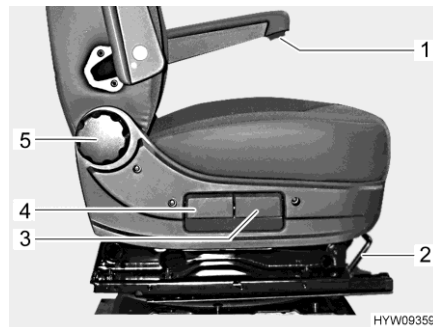

Fig. 15 Elementi di comando (sedile del conducente/passeggero)
- Tirare la staffa (Fig. 15,2) verso l'alto.
- Tirare la maniglia (Fig. 15,3) verso l'alto.
- Tirare la maniglia (Fig. 15,4) verso l'alto.
- Ruotare la rotella zigrinata (Fig. 15,5). A seconda della direzione di rotazione lo schienale si muove in avanti o indietro.
- Ruotare la rotella zigrinata (Fig. 15,1). A seconda della direzione di rotazione il bracciolo si muove verso l'alto o verso il basso.